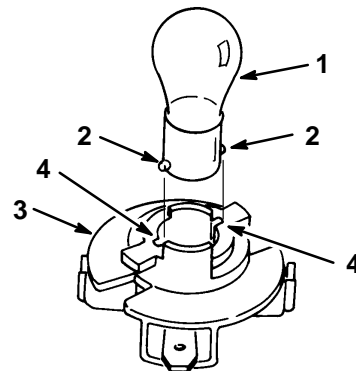

Figure 36
4. Pousser sur l'ampoule pour la tourner à fond vers la gauche (env. 1/4 tour) et la retirer de l'embase (Fig. 36).
1. Le culot de l'ampoule présente deux ergots métalliques. Aligner ces ergots face aux fentes de l'embase et insérer le culot dans la douille de l'embase (Fig. 36). Pousser sur l'ampoule et la tourner à fond vers la droite.